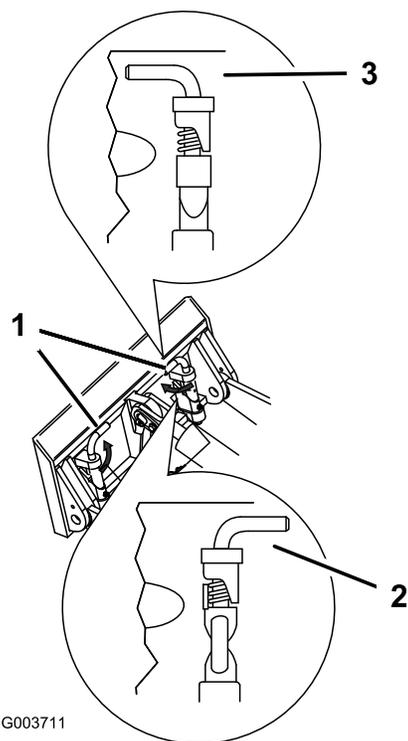

Рисунок 33
7. Закрепите быстроустанавливаемые штифты, убедившись в том, что они полностью вошли в монтажную пластину (Рисунок 33).